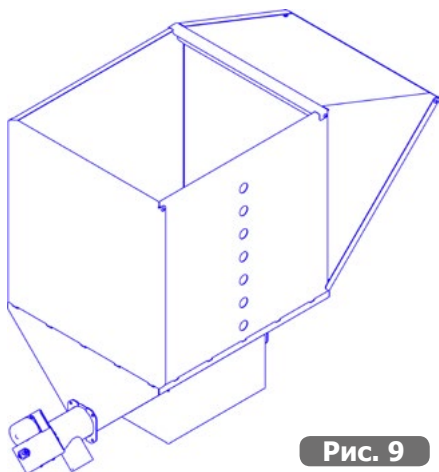

Рис. 9
4. Для придания дополнительной жесткости расширенному бункеру установите поперечную стяжку как указано на рис. 9. **Внимание! Отгиб 45° на стяжке должен располагаться наружу.**